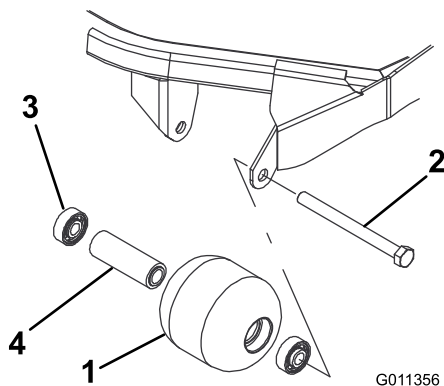

Figure 68
1. Retirez le boulon de fixation du galet (Figure 68).
4. Vérifiez l'état du logement de roulements, des roulements et de l'entretoise de roulements (Figure 68). Remplacez les composants endommagés et procédez au remontage.
1. Enfoncez le premier roulement dans le logement à la presse (Figure 68). Exercez la pression uniquement sur la bague extérieure ou uniformément sur les bagues intérieure et extérieure.
2. Insérez l'entretoise (Figure 68).
3. Enfoncez le second roulement dans le logement (Figure 68) en exerçant une pression uniforme sur les bagues intérieure et extérieure jusqu'à ce que la bague intérieure rejoigne l'entretoise.